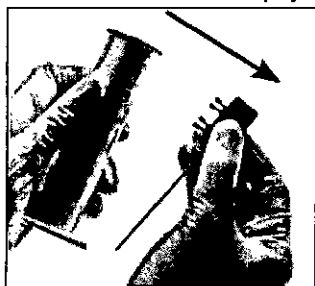

Figura 4:
a. La válvula Zephyr EBV se suministra envasada en el interior del Sistema ELS. Para cargar la válvula Zephyr EBV, retire el empujador del lado del sistema ELS (vea la figura 4).